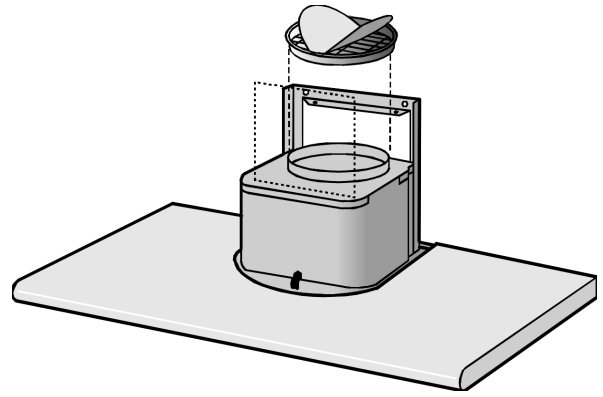

fig. 13
2. Positionnez la buse (fig. 13) sur la sortie de la hotte.
2. Positionnez la buse sur la sortie de la hotte (fig. 13).